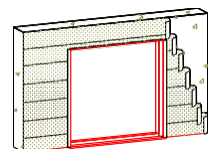

Figura 5
19. Debe aplicarse papel de construcción resistente a la intemperie en forma de tabla de intemperie para completar la instalación. (Ver figura 5)